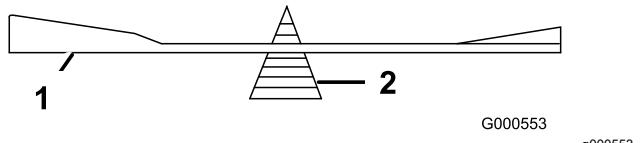

**Figure 90**
1. Au moyen d'une lime, aiguissez les tranchants aux deux extrémités de la lame (Figure 90).
**Remarque:** Si la lame est déséquilibrée, limez un peu l'extrémité de l'ailette seulement (Figure 90).